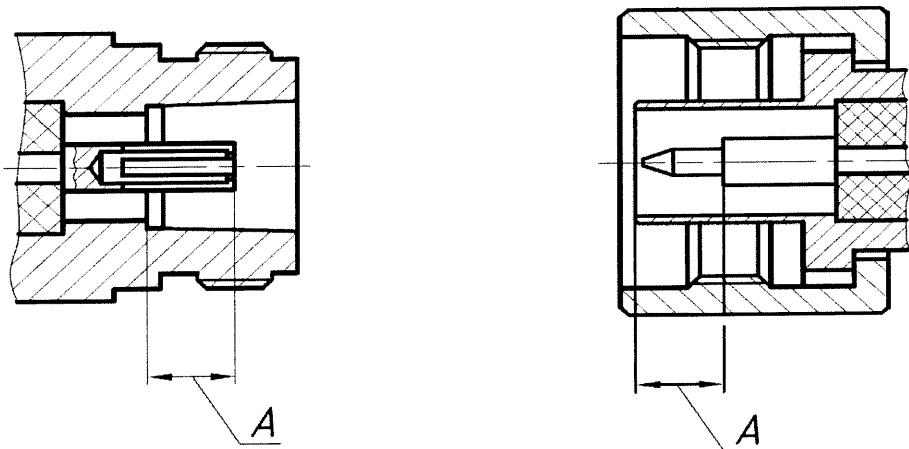

Рисунок 1 – Соединители тип N «розетка» и «вилка»
7.2.2 Проверке подлежит присоединительный размер «A» (рисунок 1) соединителей портов 1 и 2 АЦВ, кабеля СВЧ и всех мер и переходов из набора калибровочных мер, входящих в состав поверяемого АЦВ.